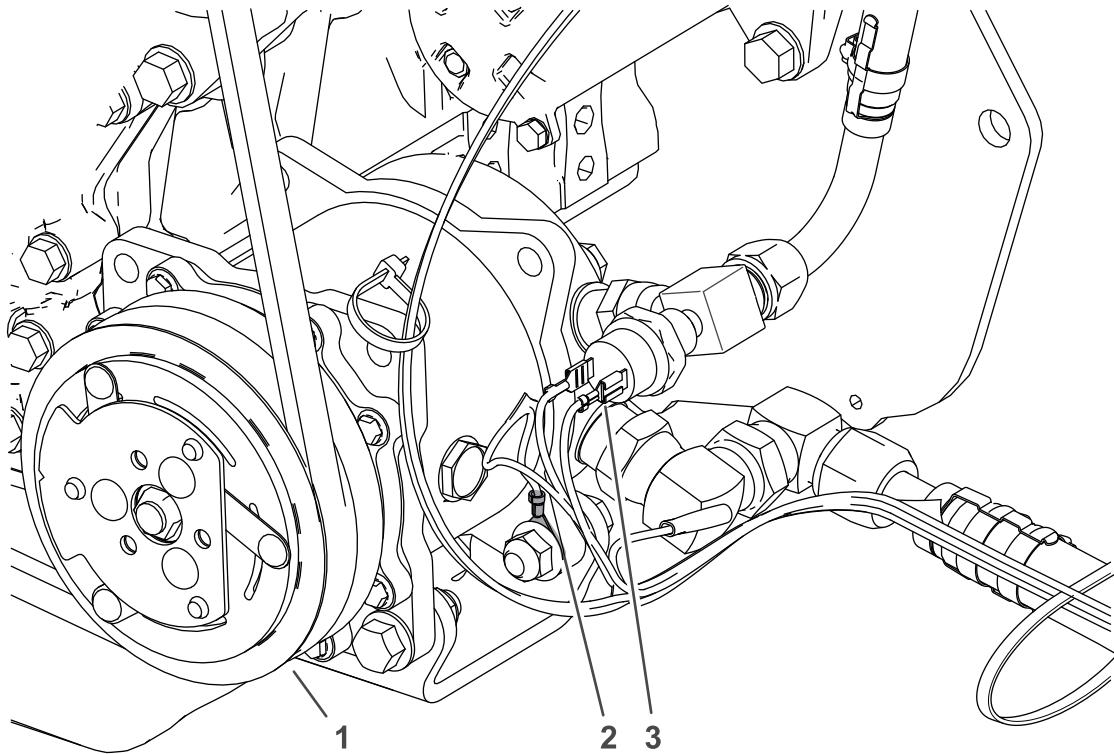

Figure 40
4. Installez le compresseur sur le support du moteur avec la cosse à anneau de masse du faisceau de câblage, 3 boulons à embase ($\frac{3}{8}$ " x $1\frac{1}{4}$ ") et 2 contre-écrous ($\frac{3}{8}$ ") ; voir la Figure 39 et la Figure 40. Serrez les boulons à 40,7 N·m.